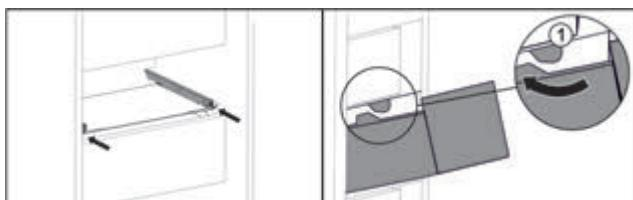

Fig. 100
- Обвести висувний ящик навколо стопора *Fig. 100 (1)*.